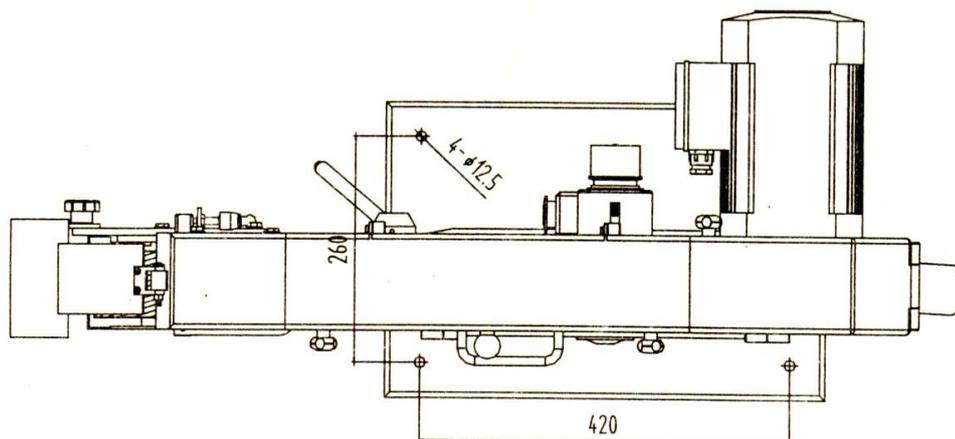

Рисунок 1
1. Установочные размеры (рис. 1)
4. После начала работы шлифовального станка по металлу следует использовать регулировочную ручку (рис. 1), чтобы отрегулировать шлифовальную бумагу для работы в нормальном рабочем состоянии.